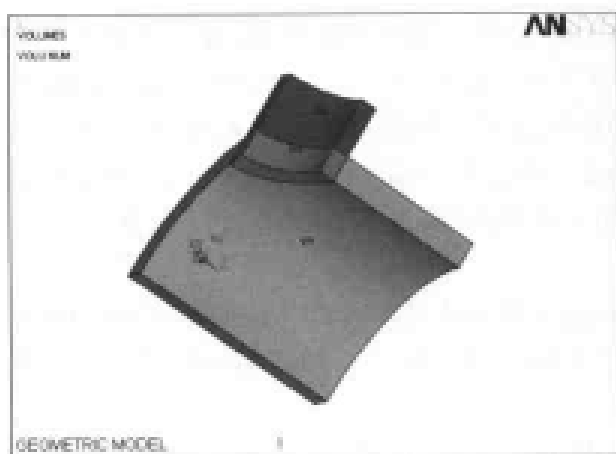
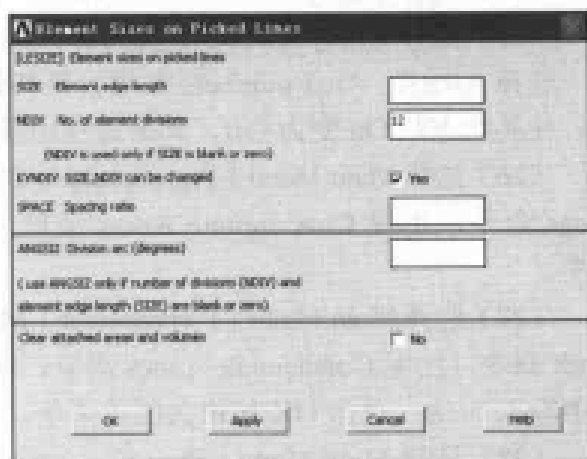

图 9-106 生成的几何模型结果显示
图 9-107 线段单元等份数设置对话框
(11) 选择 Main Menu | Preprocessor | Modeling | Operate | Booleans | Overlap | Volumes 命令, 出现 Overlap Volumes 菜单, 单击 Pick All 按钮。
(12) 选择 Main Menu | Preprocessor | Modeling | Delete | Volumes and Below 命令, 出现 Delete Volume 菜单, 在文本框中输入 3, 4, 单击 OK 按钮关闭该菜单。
(13) 选择 Utility Menu | File | Change Title 命令, 出现 Change Title 对话框, 在文本框中输入 GEOMETRIC MODEL, 单击 OK 按钮关闭该对话框。
(14) 选择 Utility Menu | Plot | Volume 命令, ANSYS 显示窗口将显示生成的几何模型, 如图 9-106 所示。
(15) 选择 Main Menu | Preprocessor | Numberig Ctrl | Compress Numbers 命令, 出现 Compress Numbers 对话框, 在下拉列表框中选择 All 选项, 单击 OK 按钮关闭该对话框。
(16) 选择 Main Menu | Preprocessor | Meshing | Mesher Opts 命令, 出现 Mesher Options 对话框, 在 KEY Mesher Type 选项组中选择 Mapped, 其余选项均采用默认设置, 单击 OK 按钮, 出现 Set Element Shape 对话框, 采用其默认设置, 单击 OK 按钮关闭该对话框。
(17) 选择 Utility Menu | PlotCtrls | Numbering 命令, 出现 Plot Numbering Controls 对话框, 选择 LINE Line numbers 选项, 使其状态从 Off 变为 On, 其余选项均采用默认设置, 单击 OK 按钮关闭该对话框。
(18) 选择 Main Menu | Preprocessor | Meshing | Size Cntrl | ManualSize | Lines | Picked Lines 命令, 出现 Element Size on 菜单, 在文本框中输入 8, 10, 12, 13, 18, 22, 24, 单击 OK 按钮, 出现 Element Sizes on Picked Lines 对话框, 在 NDIV No. of element divisions 文本框中输入单元等份数 12, 如图 9-107 所示, 单击 OK 按钮关闭该对话框。